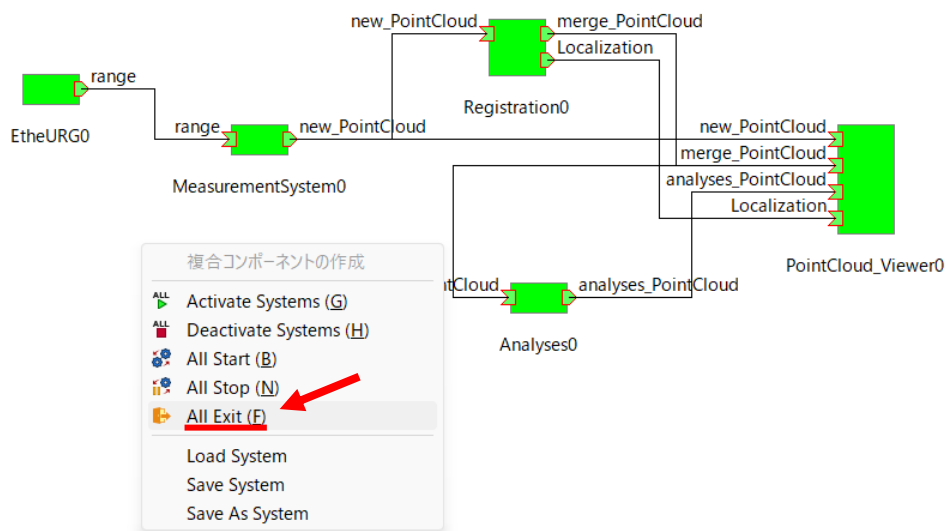

図 42 [System Editor]上の空白部分で[右クリック]し, 表示させた[All Exit]
- ④ 図 42 のように[System Editor]上の空白部分で[右クリック]し, [All Exit]をクリックすると, すべての RTC が終了し, [Start Naming Service]のコンソールを除く, 開いていたコンソールのウィンドウがすべて閉じられ, [Name Service View]および[System Editor]上の RTC の表示が消える. この時, PointCloud_View RTC のウィンドウを閉じている必要がある.